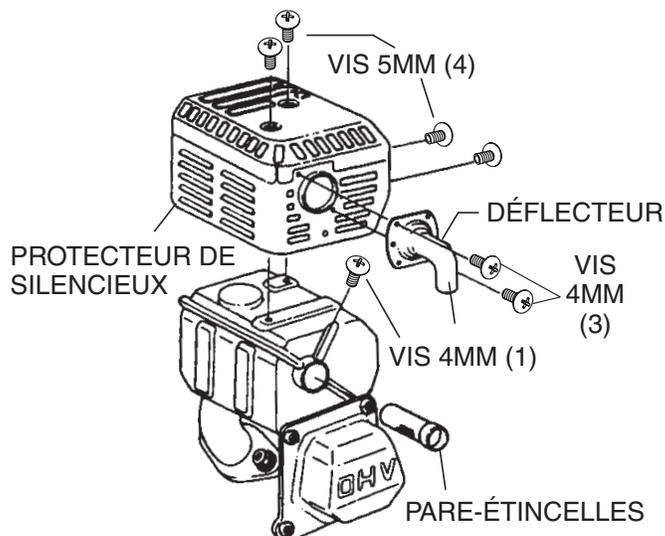

Figure 28. Retrait du pare-étincelles
1. Enlever la vis de 4 mm (3) du déflecteur d'échappement, puis retirer le déflecteur. Voir (Figure 28).
2. Enlever la vis de 5 mm (4) du protecteur de silencieux, puis retirer le protecteur de silencieux.